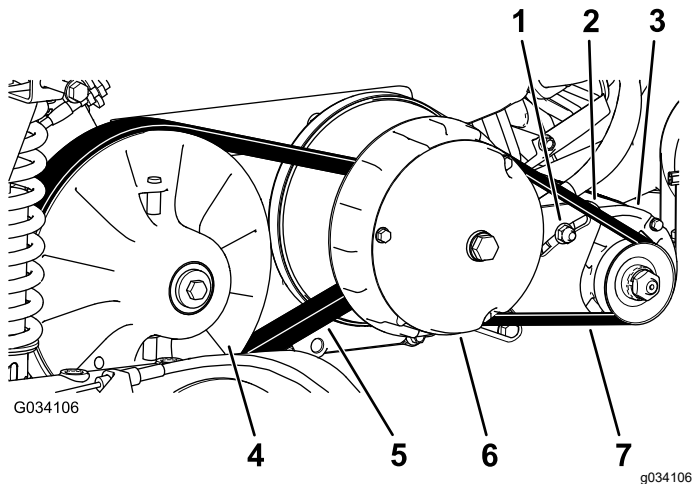

Figura 66
6. Haga girar la correa e inspecciónela (Figura 66) para asegurarse de que no está excesivamente desgastada o dañada.
3. Haga girar la correa y llévela sobre el embrague secundario (Figura 66).
4. Retire la correa del embrague primario (Figura 66).
5. Coloque la correa nueva sobre el embrague primario (Figura 66).
6. Haga girar la correa y llévela sobre el embrague secundario (Figura 66).
2. Afloje la tuerca del pivote del generador de arranque (Figura 66).
4. Aplique presión descendente sobre la palanca para hacer girar el motor de arranque hacia abajo en la ranura, hasta que la tensión de la correa sólo permita una desviación de 6 mm (1/4") con una fuerza de 44 N·m (10 pies-libra) (Figura 66).
5. Apriete la tuerca del pivote a mano y retire la palanca (Figura 66).